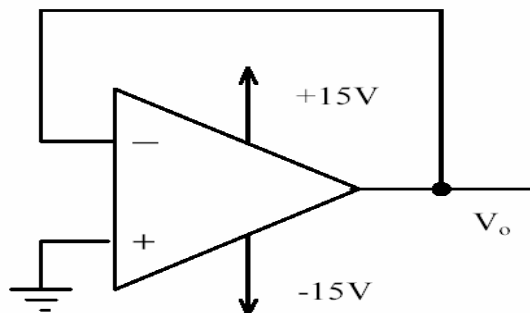

Рис. 10. Измерение входного напряжения смещения
1. Схема электрическая функциональная, позволяющая измерить значение входного напряжения смещения, показана на рис. 10. Для данного опыта на схеме показаны выводы питания ОУ. Для последующих опытов они не будут изображаться на схемах, поскольку наличие данных выводов всегда подразумеваются.